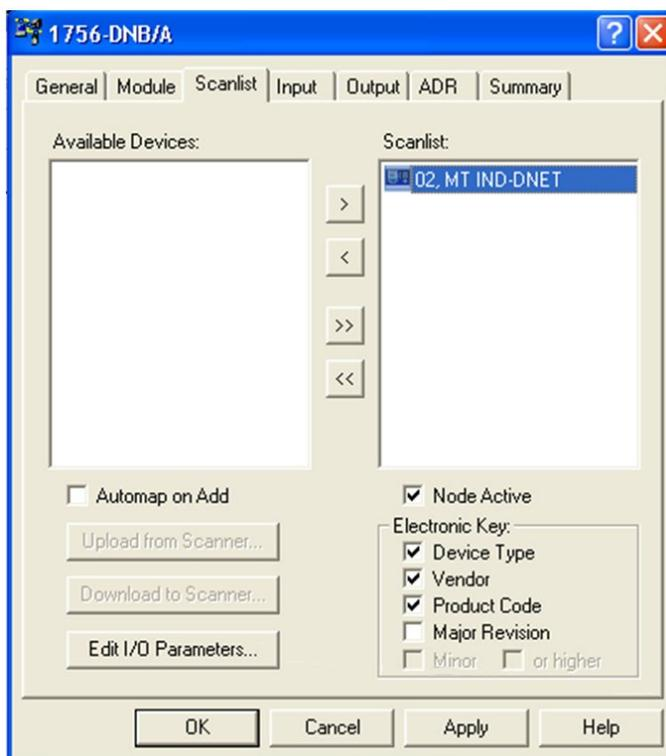

Figure 3-18 : Terminal IND ajouté à la liste de scannage
8. Mettez en surbrillance le terminal IND (MT IND-DNET) et cliquez du bouton gauche pour l'ajouter à la Liste de scannage. Après avoir ajouté le terminal IND, ce dernier apparaîtra sur le panneau droit (Figure 3-18). Cliquez sur **OK**.
9. L'étape suivante consiste à modifier les paramètres E/S du terminal IND en cliquant sur le bouton **Paramètres de modification E/S** visible sur la Figure 3-18. La dimension des E/S dépend du type de données et du nombre de zones sélectionnées dans le terminal. Veuillez noter que les zones correspondent à une phrase terminale qui n'est pas utilisée dans la terminologie générale de DeviceNet ; elle a été dérivée d'un mappage précédent de la mémoire PLC. Elle est utilisée dans la configuration du terminal afin de conserver l'homogénéité au sein de toute la gamme de terminaux METTLER TOLEDO. Le format Nombre entier ou Divisions avec une zone sera composé de 4 octets en entrée et de 4 octets en sortie. Le format Nombre entier ou Divisions avec 2 zones sera composé de 8 octets en entrée et de 8 octets en sortie. Le format Virgule flottante est toujours de 8 octets en entrée et en sortie.